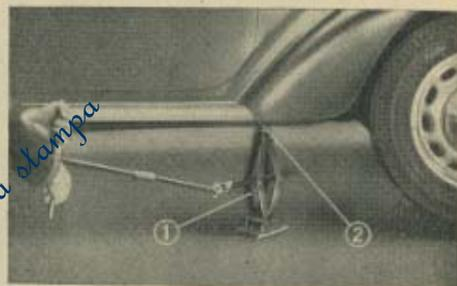

Fig. 40. - Sollevamento della parte anteriore della vettura.
Per sollevare sia la parte anteriore che la parte posteriore della vettura, il martinello deve essere esclusivamente applicato sotto i longheroni in corrispondenza delle apposite borchie (2) (ved. fig. 40).